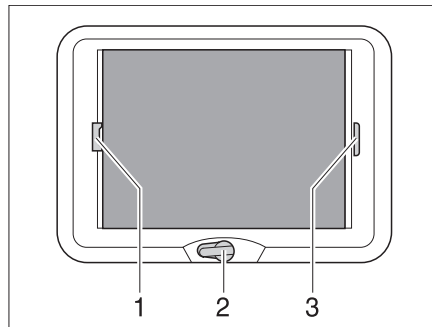

Bild 97 Kurbelhub-Dachhaube
**Öffnen:** ■ Die Handkurbel (Bild 97,2) drehen, bis Widerstand spürbar ist (max. Öffnungswinkel 70°).
**Schließen:** ■ Die faltverdunklung am Griff (Bild 97,3) ziehen und an der gewünschten Position loslassen. Die faltverdunklung bleibt in dieser Position stehen.
**Schließen:** ■ Den Insektenschutz am Griff (Bild 97,1) zum gegenüberliegenden Griff der faltverdunklung (Bild 97,3) ziehen und einrasten lassen.
**Öffnen:** ■ Den Griff des Insektenschutzes (Bild 97,1) hinten nach oben drücken und den Insektenschutz an der faltverdunklung (Bild 97,3) aushängen.